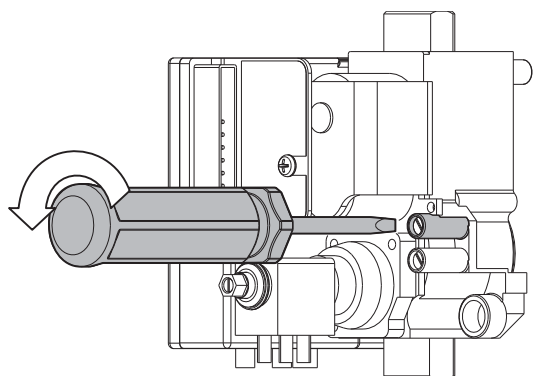

рис.5
2. Для подсоединения манометра следует открутить уплотнительный винт розетки давления (рис.5)
4. Отсоединить манометр и тщательно затянуть винт (рис.5)